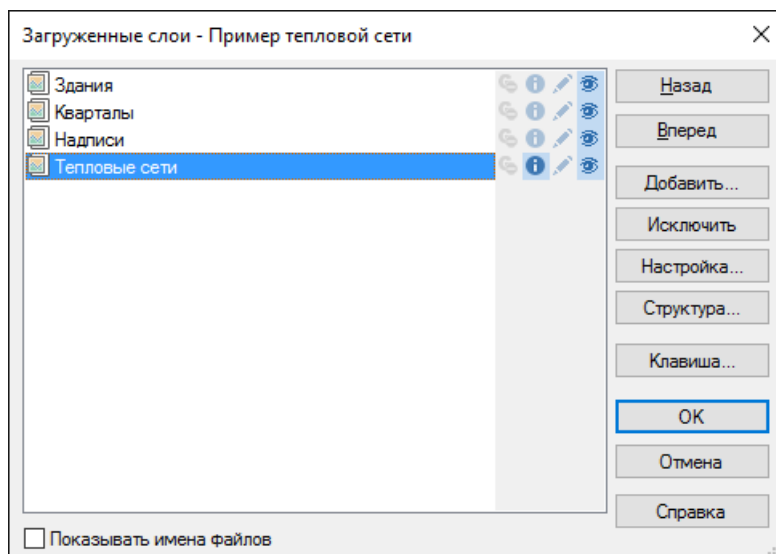

Рисунок 13.3. Диалог выбора слоя
1. Нажмите кнопку Слой..., выберите слой рассчитываемой тепловой сети в открывшемся диалоге (Рисунок 13.3, «Диалог выбора слоя») и нажмите кнопку ОК чтобы подтвердить выбор и закрыть диалог.